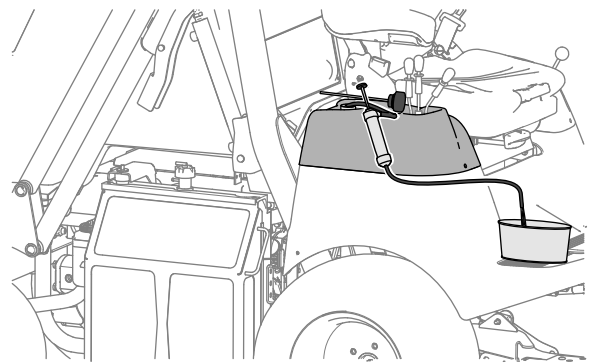

Figura 101
4. Utilice una bomba de sifón para vaciar el depósito hidráulico (Figura 101).